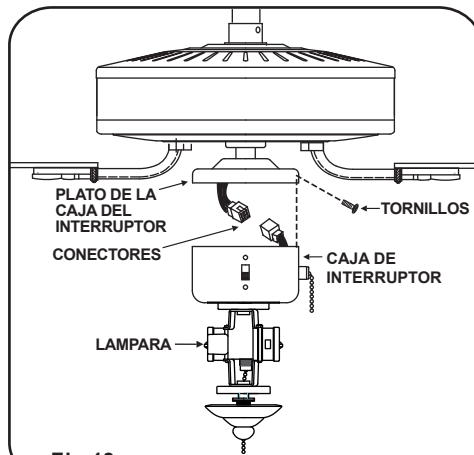

Fig 18
Paso 4. Quite los tornillos del plato de la caja del interruptor, acerque la caja del interruptor con la lampara puesta junto al plato de la caja del interruptor, alinie los conectores de plastico de la caja del interruptor y una los dos conectores firmemente. (Fig. 18) Asegurese que los conectores queden bien enchufados y que ningun alambre se haiga salido fuera de conector de plastico. CUIDADO: Asegurese que los alambres no sean pelliscado entre la caja del interruptor y el plato de la caja del interruptor.